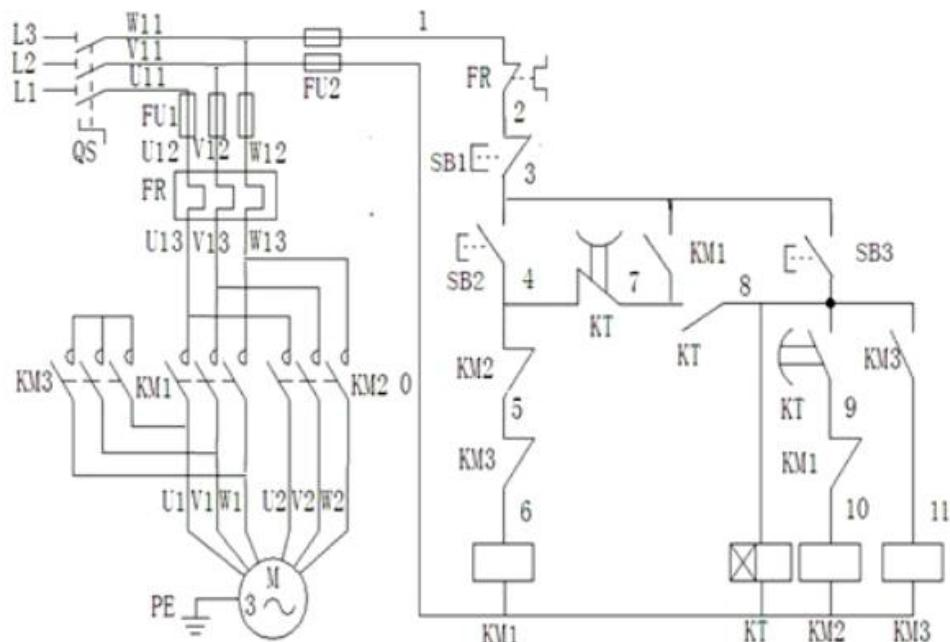

图1-3-20 继电器控制系统的设计与制作参考图
有一台机械设备需要采用 $\Delta/Y-Y$ 接法的双速异步电动机拖动，需要采用分级启动控制，(1) 分别用两个按钮操作电动机的高速起动和低速起动，用一个总停按钮操作电动机的停止。(2) 起动高速时，应先接成低速然后经延时后再换接到高速。(3) 应有短路保护与过载保护。请按要求完成系统设计、系统安装、接线、调试与功能演示。(现场提供的电路原理图进行安装如图1-3-20所示)。